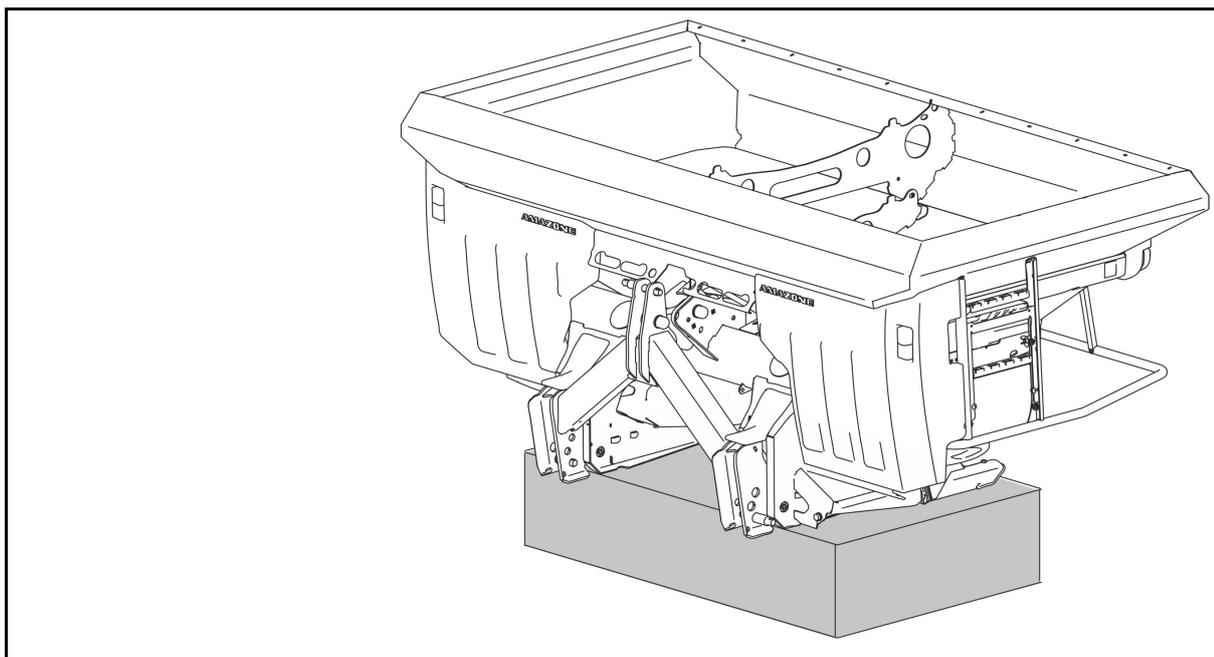

Fig. 44
2. Soltar el bloqueo (Fig. 44/1).
3. Localizar en la escala graduada la posición apropiada de la corredera (Fig. 44/2).
4. Posicionar los indicadores (Fig. 44/3) de las dos palancas de regulación (Fig. 44/4) en este valor de la escala.